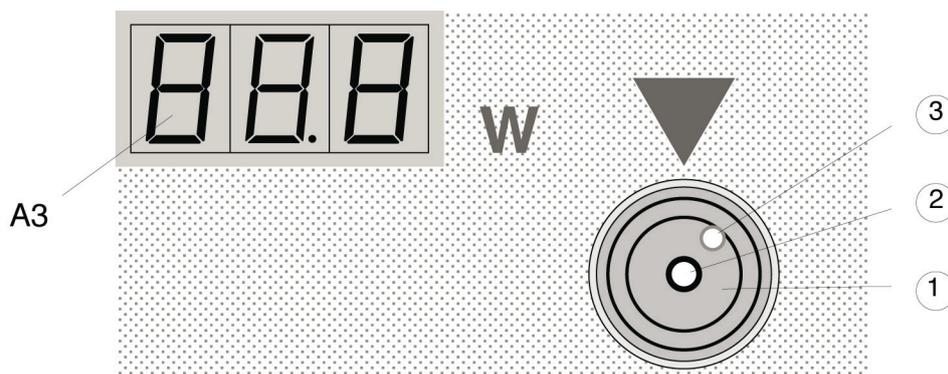

Abb. 5.5: Fasertesteinrichtung mit eingesetztem Fasertestadapter
Zusätzlich der Adapter (1) einzusetzen. Fasern in die zentrale Öffnung 2 (Abb. 5.5) bis zum Schutzglas einschieben und dann 1-2 mm zurückzuziehen. Fasern nicht in das Entlüftungsloch (3) einstecken, das bei gespülte Fasern zum Entweichen des Spülgases dient.
- Beim Fasertestadapter dient die stark angefaserte, zentrisch angebrachte Bohrung als Einführöffnung für den Lichtleiter. Die exzentrisch angeordnete Bohrung ist eine Entlüftungsbohrung für die Verwendung von coaxial gasgespülten Fasern. Lichtleiter dürfen dort nicht eingeführt werden. Eine Zerstörung des Lichtleiters und eine Fehlmessung wären die Folge (vgl. Abb. 5.5).